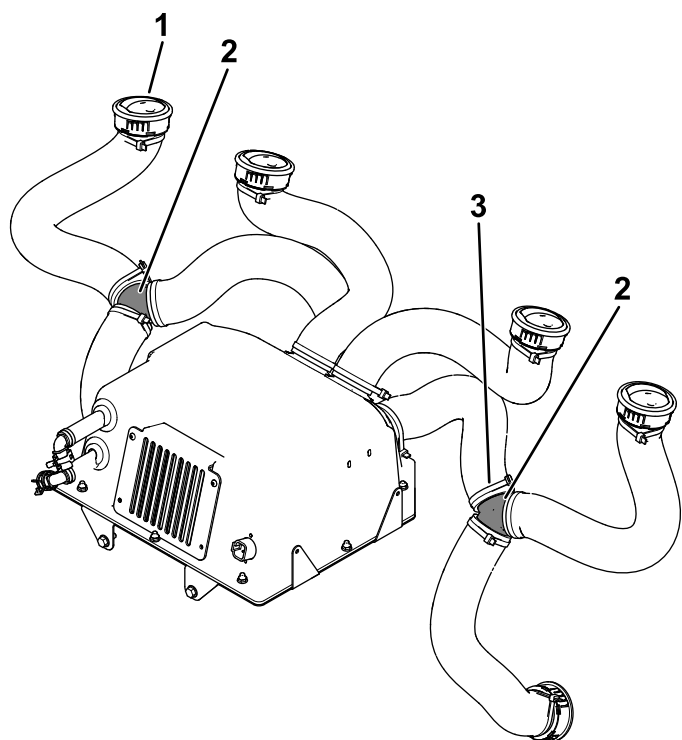
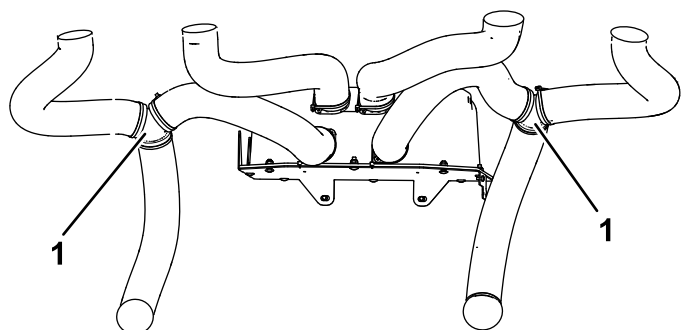

Figura 13
Figura 14
- Ligue 6 tubos de ventilação às ventilações ajustáveis utilizando 6 braçadeiras grandes (Figura 13).
- Encaminhe os tubos e instale as 4 ventilações ajustáveis nos 4 orifícios superiores (Figura 13).
- Encaminhe os tubos e instale as 2 ventilações ajustáveis nos 2 orifícios inferiores (Figura 13).
- Ligue os 2 tubos de ventilação exteriores aos 2 tubos inferiores utilizando 2 adaptadores em Y e 4 braçadeiras (Figura 13 e Figura 14).
Ligue 2 tubos de ventilação adicionais aos tubos de ventilação exteriores montados e prenda-os utilizando 2 braçadeiras (Figura 13 e Figura 14).
- Ligue os 4 tubos de ventilação à caixa do aquecedor utilizando 4 braçadeiras (Figura 13 e Figura 14).